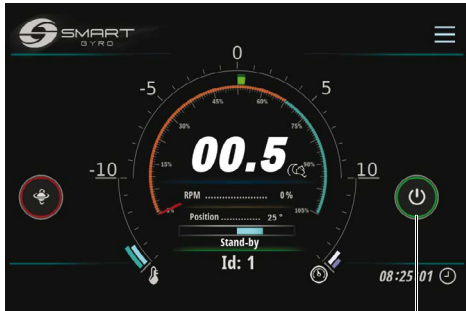

Abbildung 4
3. Drücken Sie das Symbol Power (EIN/AUS) (Abbildung 4, (1)), um das Kreiselgerät einzuschalten.